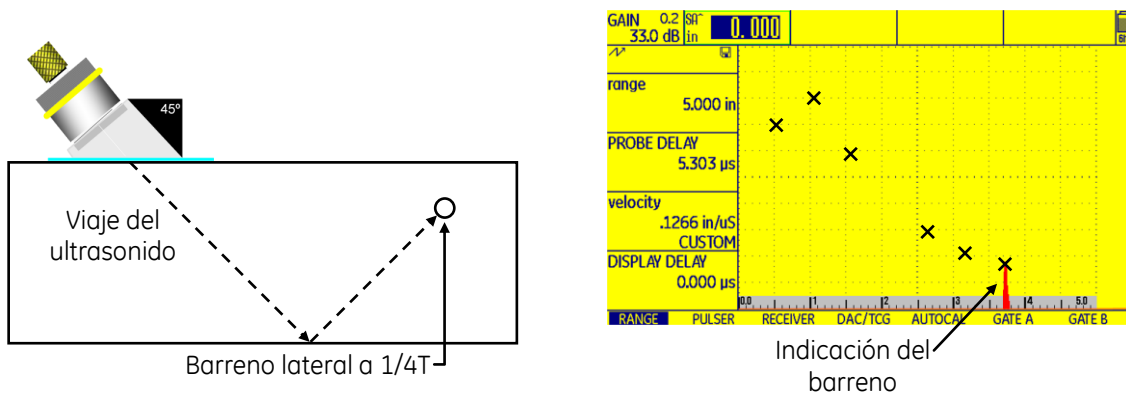

Figura No. 116: Maximizar la sexta indicación de referencia (del barreno ubicado a 1/4T) y marcar sobre la pantalla la posición del pico de la indicación
- Colocar el transductor dirigido hacia el barreno lateral localizado a un cuarto del espesor del bloque (1/4T), pero ahora detectado con la segunda pierna, y marcar sobre la pantalla la posición del pico de la indicación, figura No. 116.